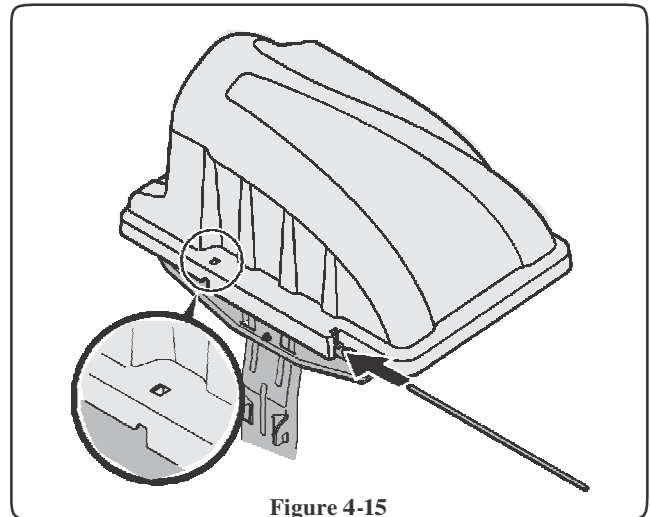
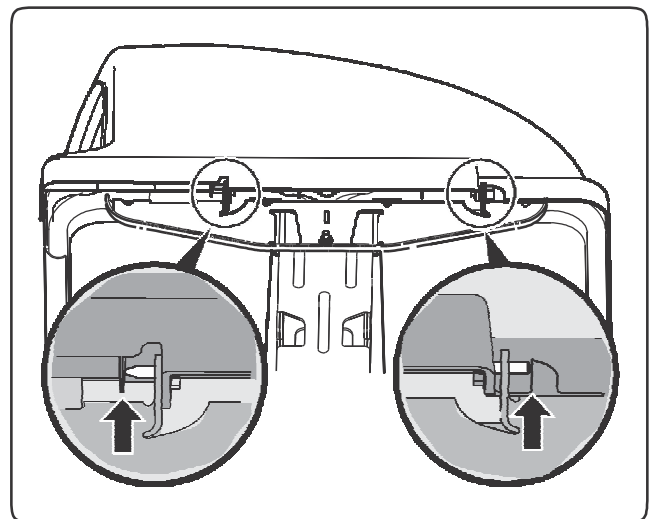

Figure 4-15
Figure 4-16
6. Tryck i pinnarna i hålena som finns i upphängningen, som i Fig. 4-15. Använd det utskärda spåret (Se pilen i Fig. 4-15) för att trycka in gångjärns pinnen, tryck denna tills det tar stop, då ska hela pinnen vara borta. Det finns ett clip inne i kåpan som hindrar pinnen från att kana ut. Se Fig. 4-16.